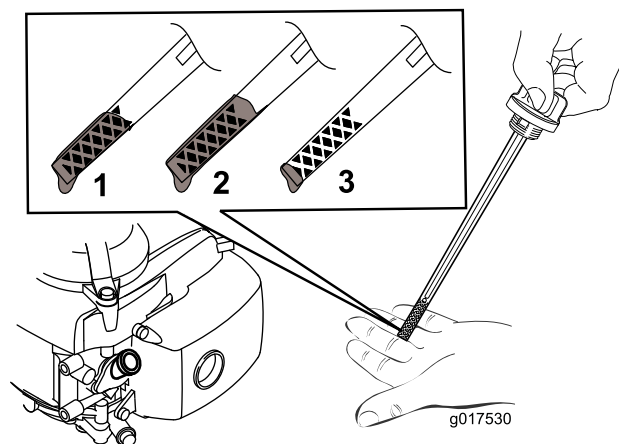

図 19
**注** ディップスティックで量を確認しながら 図 19 に示される適正量までオイルを入れる。オイルを入れすぎてしまった場合には、5の項に従って余分なオイルを抜き取ってください。